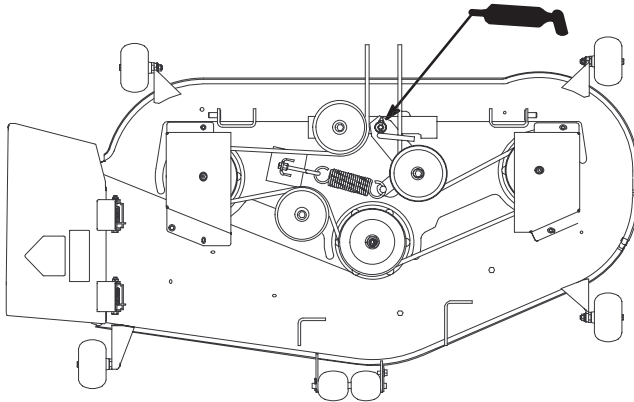

Figure 31
2. Graissez le pivot de la poulie de tension (Fig. 31).